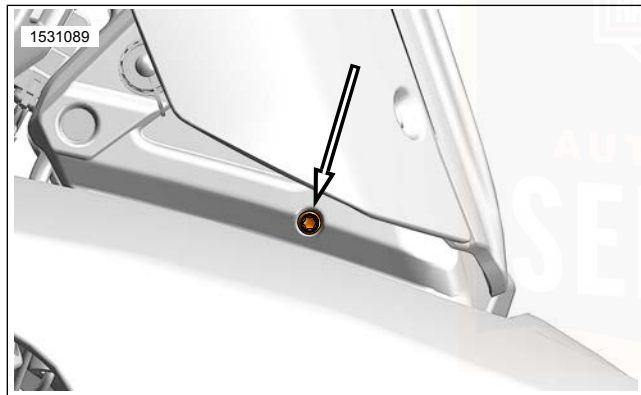

Abbildung 80. Schräglagenlichtschraube (Abbildung zeigt rechte Seite)
1. Siehe Abbildung 80. Die Schrauben der Schräglagenleuchte lösen.
3. Siehe Abbildung 80. Die Schrauben anziehen.